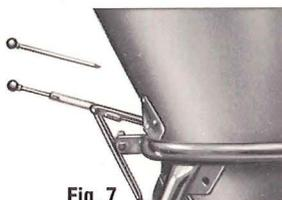

Fig. 7
11. Esparciendo superfosfato, marga calcárea y abonos húmedos y granulados (a causa de almacenaje deficiente) se quita después de cada esparcimiento en vacío el anillo de abono que se haya adherido en las puntas de las tolvas utilizando la prolongación de la palanca cerradura lateral (Fig. 7). Además es necesario **quitar** el abono de las **palas de esparcimiento** y de las **bolsas de carga**.